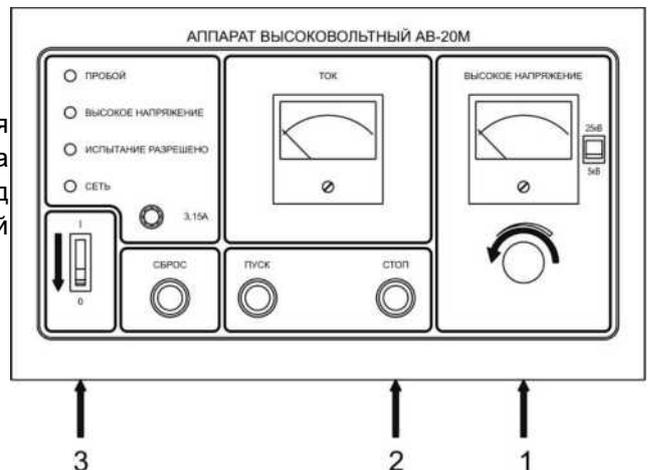

Рис.9
7.6. После завершения испытания (рис. 9):